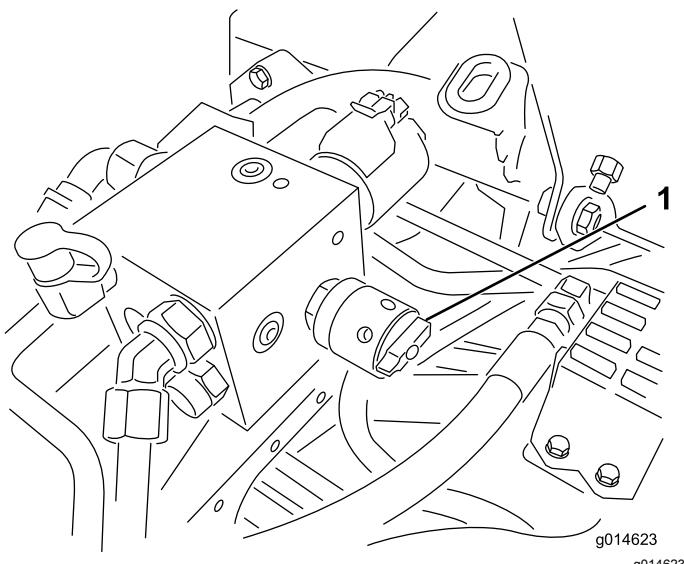

Figura 56
6. Rode o controlo da velocidade dos cilindros para a posição 1 (Figura 56).